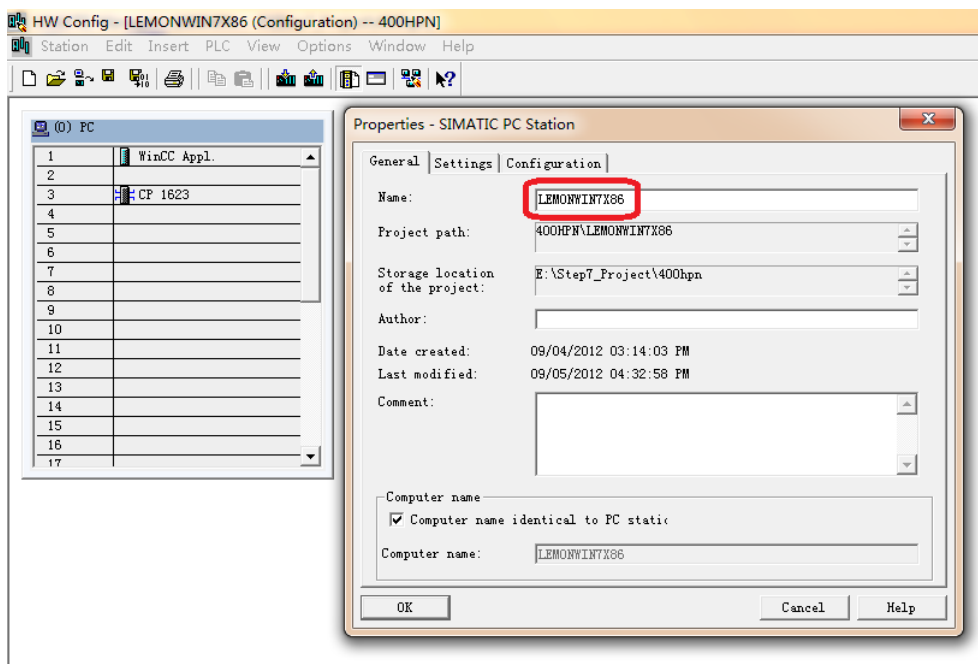

图 3
(A) 创建 SIMATIC PC Station，分配 OS 站计算机名称，如图 3 所示。